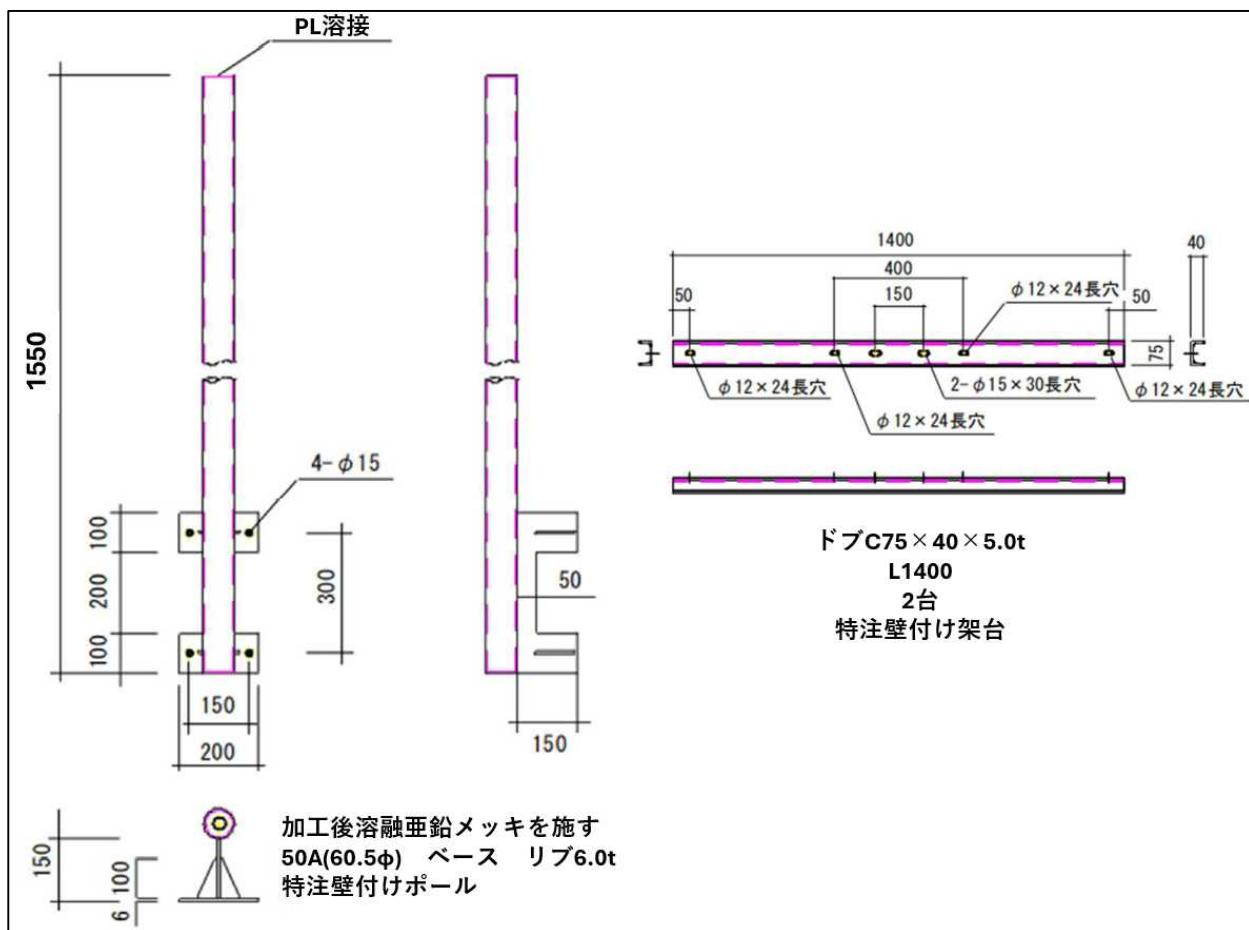
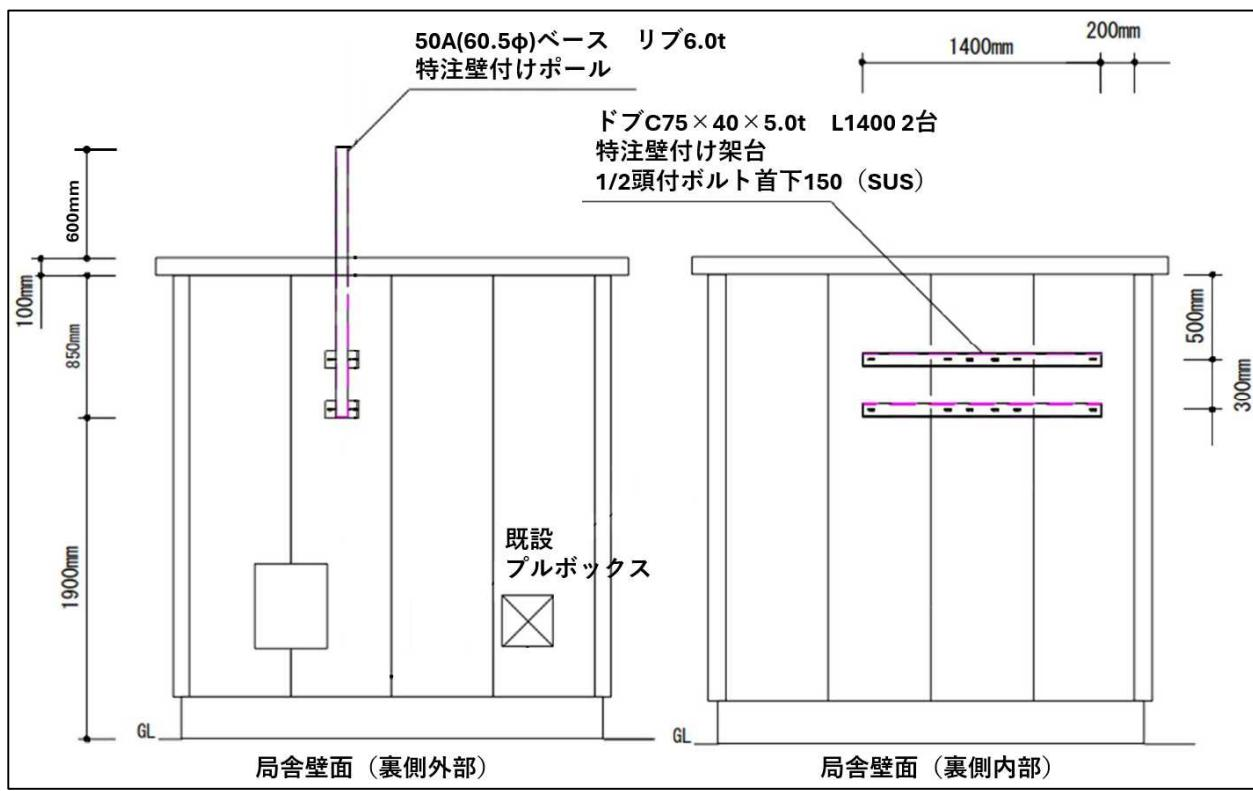

図 3
図4
- (2) 図3及び図4により、上記（1）で製作したアンテナマストを観測局舎壁に設置すること。ポール頂は地上高3,450mmとする。観測局舎壁を貫通処理することにより図2のC型アングルを内壁から、外壁のポールを強固に4箇所ボルト（1/2頭付首下150mm）留めすること。C型アングルを固定する8箇所は60mmのアンカー留めとする。
- (3) 貫通処理に際しては、アスベスト含有有無の事前調査を行うこと。
- (4) 壁付け架台やC型アングル等と観測局舎壁面が接触する部分に腐食防止の処置を施すこと。
(6) アンテナマスト及び管路の設置工法は図3～5を参照すること。